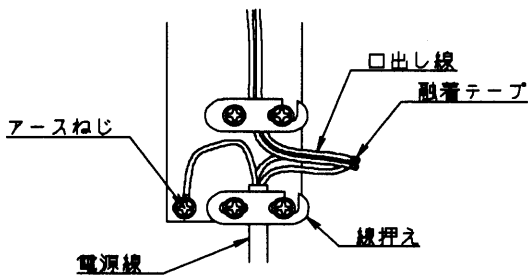

図1
- ① 電源線、アース線を器具口出し線及びアースねじに接続してください。(図1)
- ② 電源線、アース線を結線部に張力がかからないように、器具下端の線押えで固定してください。(図1)